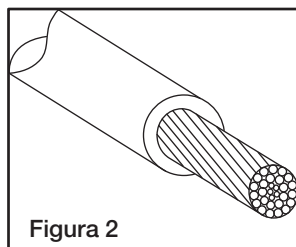

Figura 2
2. Remueve el aislante evitando dañar los alambres del conductor (Figura 2).